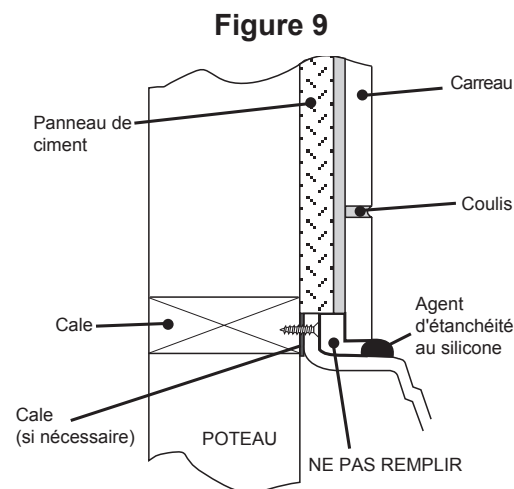

Figure 9
- 10** Ne remplissez pas la zone identifiée par la mention « Do Not Fill » (Ne pas remplir) (figure 8). Cela risquerait d'empêcher l'évacuation de l'humidité vers la base, par les chantepleures (figure 9). Cette humidité est due à l'eau fuyant à travers le coulis à carreaux. L'étanchéification du coulis à carreaux permettra d'éviter cette fuite.